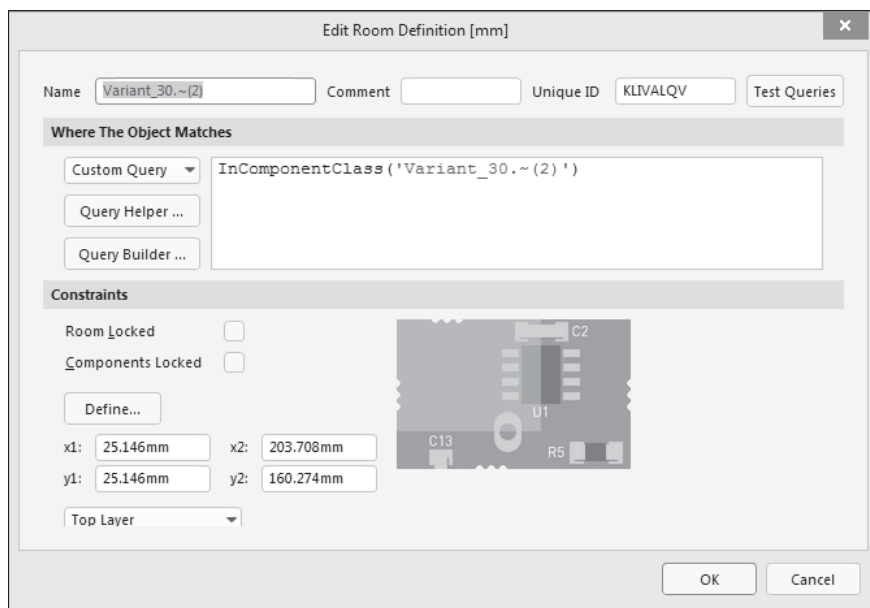

Рис. 5.19. Окно редактирования свойств объекта Room
- поочередно обратиться к свойствам «комнат» — двойным щелчком вызвать для каждой окно **Edit Room Definition** (рис. 5.19) и составить запрос **Where The Object Matches | InComponentClass(<Class\_Name>)**;